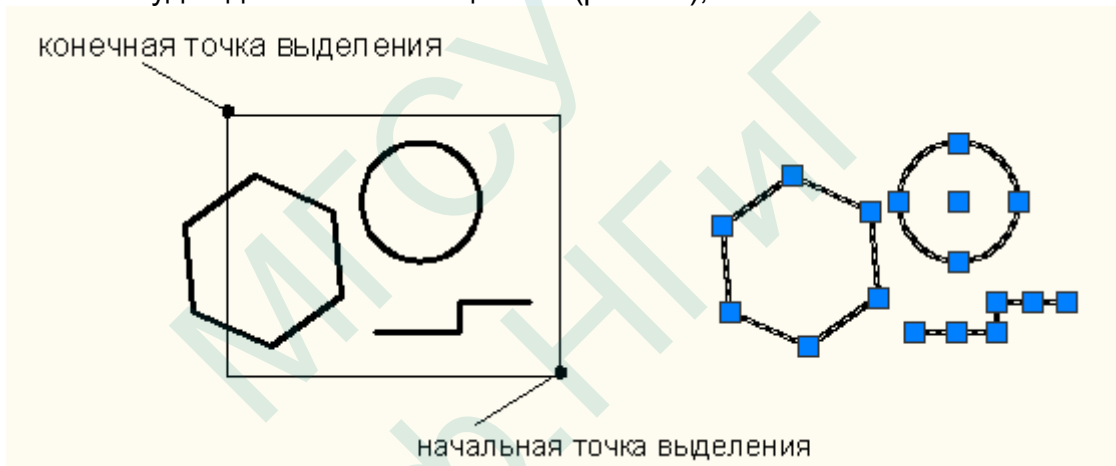

Рис.6.2 Пример выделение объектов методом Секущей рамки.
- если растянуть рамку справа налево, она приобретет зеленый цвет, будут выбраны объекты, оказавшиеся *полностью* или частично внутри рамки т.е. будет действовать опция **се** (рис.6.2);